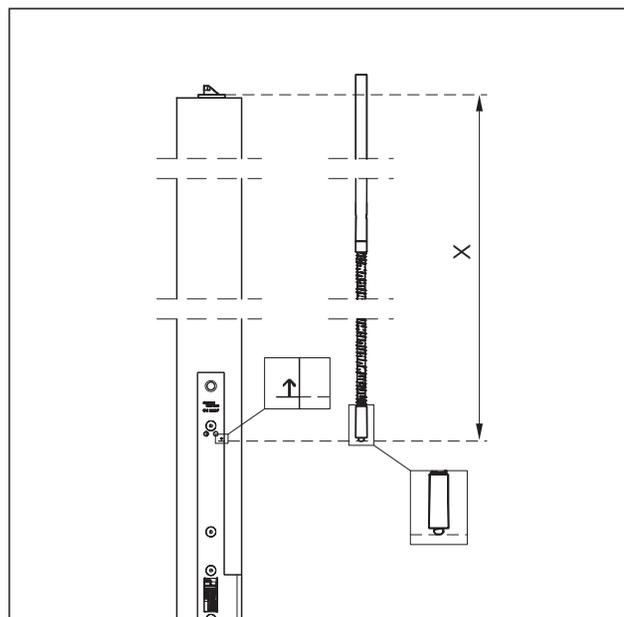

Abb. 42 Länge der oberen Treibriegelstange ermitteln
2. Die Länge der oberen Treibriegelstange ermitteln und markieren (Abb. 42).